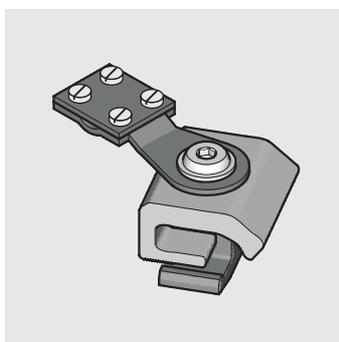

Figura 3-44 Lamiera di serraggio con morsetto della compensazione del potenziale
1. Svitare le viti scanalate del morsetto della compensazione del potenziale (Figura 3-44).